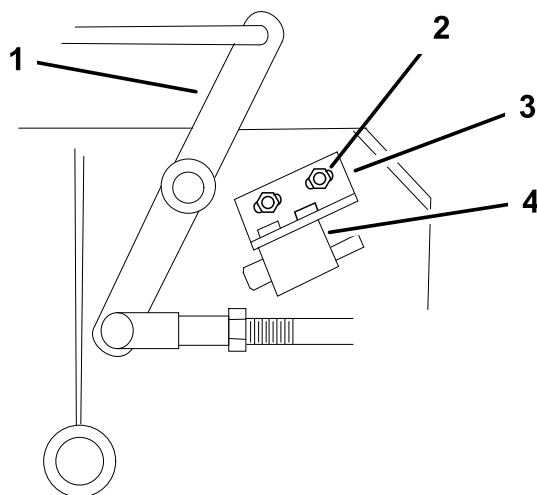

Figura 58
- Si es necesario, ajuste el interruptor de seguridad de la cuchilla aflojando los pernos que sujetan el soporte del interruptor (Figura 58).
**Nota:** Asegúrese de que la palanca acodada **no** toca el cuerpo del interruptor, porque esto podría dañar el interruptor (Figura 58).